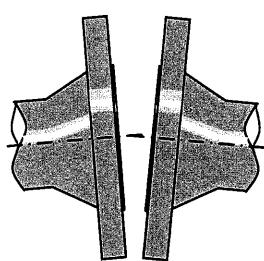

図1 平行度が悪い
- ・相対するフランジの平行度が出ていないと片締めの原因となりますので、正しい位置に補正して下さい。(図1参照)